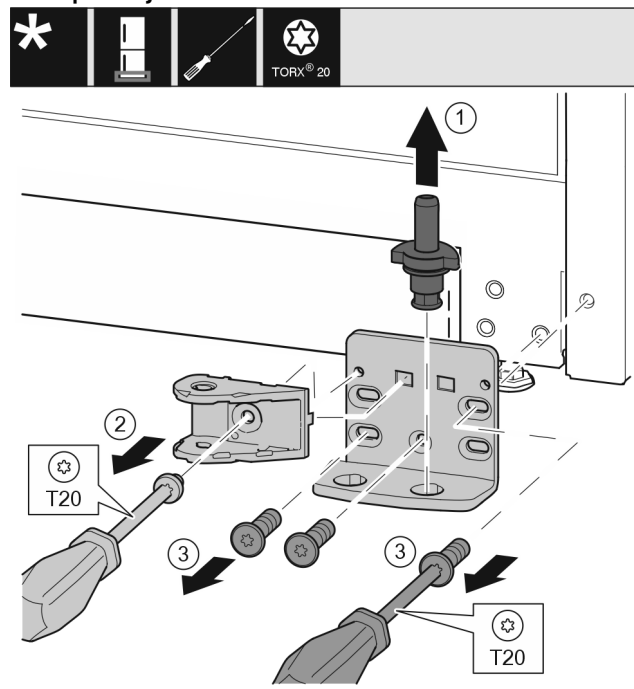

Fig. 34 *
- ▶ Ložiskový čep celý vytáhněte nahoru. Fig. 34 (1)*
- ▶ Šroubovákem T20 vyšroubujte šroub a odeberte spojení tlumiče zavírání. Fig. 34 (2)
- ▶ Šroubovákem T20 vyšroubujte šrouby a odeberte stojan ložiska. Fig. 34 (3)*